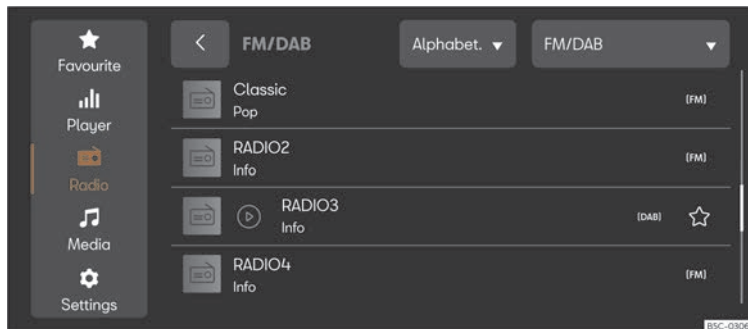

Fig. 176 Reprezentare schematică: Ecranul radioului.
- Apăsați **MENU** > >>> **fig. 176**.